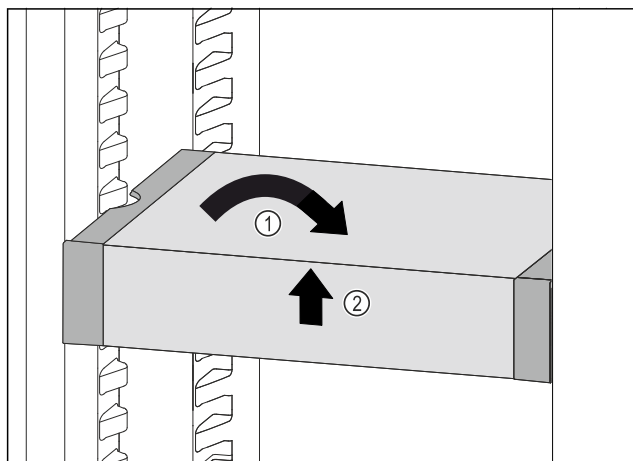

Fig. 171
- Ispravite VarioSafe. Fig. 171 (1)
- Podignite sprijeda VarioSafe. Fig. 171 (2)